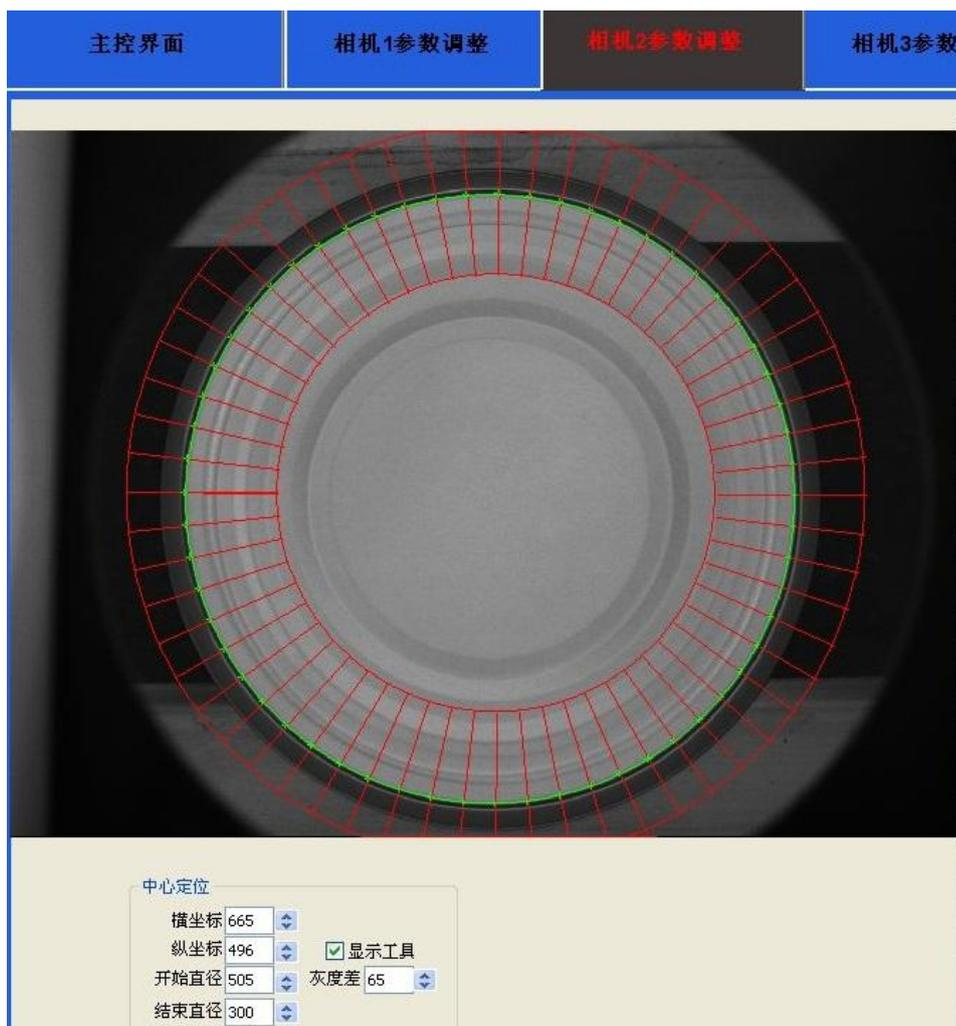

图 4.1.1a 相机 1 定位工具
首先，软件需要先定位到盖子的位置。定位原理是在检测工具画定的范围内，沿着直径方向自外向内扫描，扫描到第一个灰度突变变化点。圆周方向会扫描到多个变化点，最终将扫描到的点拟合成一个圆。坐标和直径是扫描工具的位置和区域大小的设定参数，阈值是用来判断灰度变化的边界点，当定位点不能够稳定地定位到盖子边沿时需调整此参数。如下图 4.1.1a 所示；
(1) 点击“显示工具”前面的小方框，可以看到定位工具，如上图 4.1.1a;
(2) 调整设置参数中的“横坐标”“纵坐标”，用鼠标按  点击向上或向下可以调整数值大小，横坐标数值加大，定位工具向右移动，纵坐标数值加大，定位工具向下移动，保证盖子外边沿在内外圈之间，如上图 4.1.1a 效果；
(3) 调整“开始直径”“结束直径”大小可以改变红色工具定位内外圈的大小。保证盖子外边沿在内外圈之间，如上图 4.1.1a 效果；
(4) 调整“灰度差”可以使软件根据灰度变化准确定位到盖子外边沿。上图中盖子外边沿上的绿色线代表已经准确定位到盖子位置，如果绿线没有准确定位到盖子位置，请根据以上 4 点进行调节。